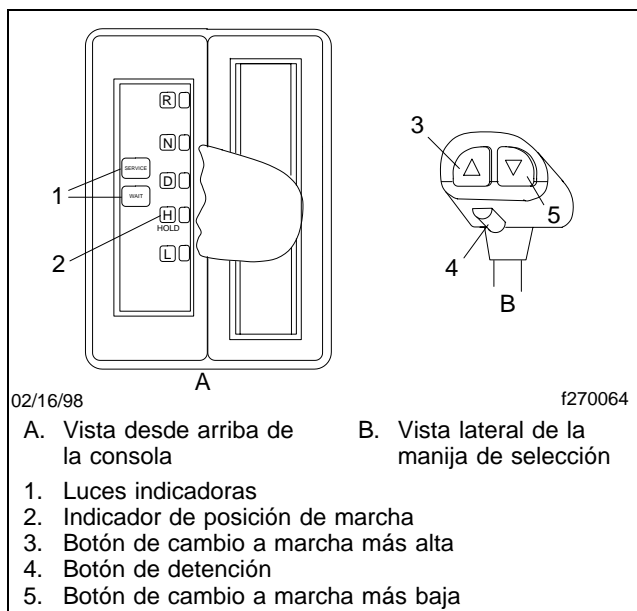

Figura 8.16, Consola mejorada de mando del conductor (DCC)
- La DCC (**Figura 8.16**) tiene indicadores para reversa, neutro, y tres posiciones de marcha hacia adelante: conducción o "D", manutención o "H", y baja "L". También hay luces de servicio y de espera ubicadas en la consola. La manija de selección de marchas tiene botones de cambio a marchas más altas y más bajas, y un botón de detención de la palanca de selección de marchas.
2. Seleccione la reversa LO (baja) o HI (alta) presionando el botón de cambio ya sea a marcha más alta o más baja (**Figura 8.16**) en la manija de selección de marchas (si así está equipado el vehículo).
1. Con el vehículo parado, ponga la palanca de selección de marchas en la posición "D" o "H" para seleccionar una marcha de arranque. Vea la **Figura 8.16**.
2. Seleccione una marcha de arranque con los botones de cambio a marchas más altas o más bajas ubicados en la manija de selección de marchas. Vea la **Figura 8.16**.